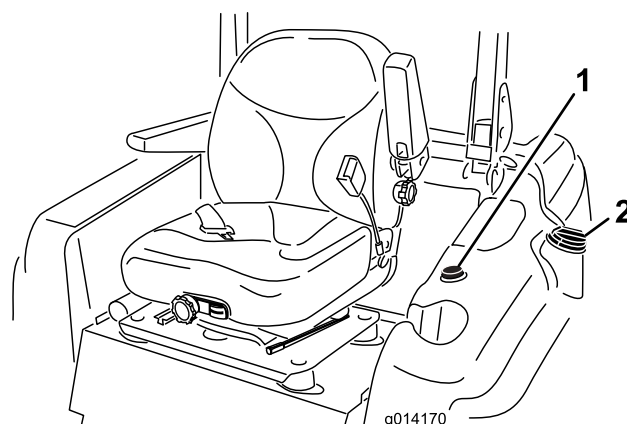

図 9
3. 燃料タンクのキャップの周囲をきれいに拭いてからキャップを取る（図 9）。